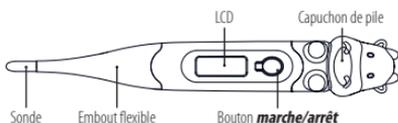

Figure 1 : Composants du thermomètre numérique
- Appuyez sur le bouton Marche/Arrêt situé à côté de l'écran LCD de la figure 1. Un signal sonore retentit lorsque l'écran affiche **188.8°C**, suivi de la dernière température enregistrée. Après avoir affiché la température d'autotest, le thermomètre est maintenant en mode de test.